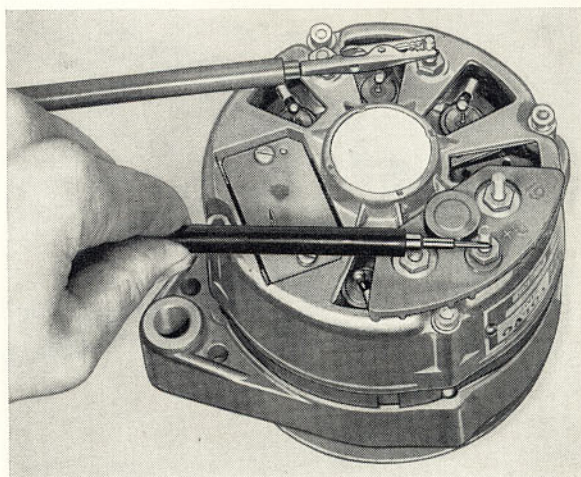

Bild 38. Kontroll av generator
7. Anslut testlampan mellan B+ och generatorstommen. Koppla om anslutningarna. Lampan skall bara lysa i den ena riktningen, bild 38. Efter reparation bör generatorn provköras i provbänk.